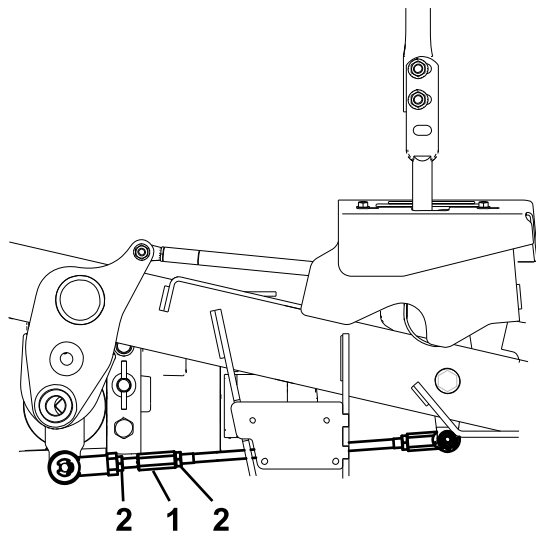

Figure 64
10. Réglez la longueur des tiges de commande de pompe en tournant les doubles écrous dans le sens voulu jusqu'à ce que les roues tournent légèrement en arrière (Figure 64).